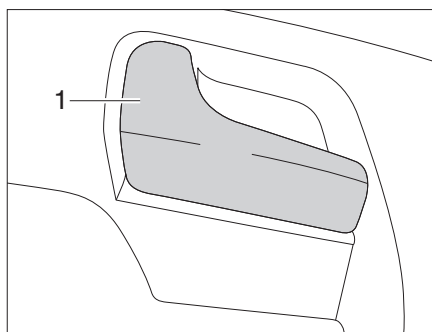

Fig. 45 Serratura della porta del conducente, lato interno
- Tirare la maniglia (Fig. 45,1). La serratura della porta si sblocca.